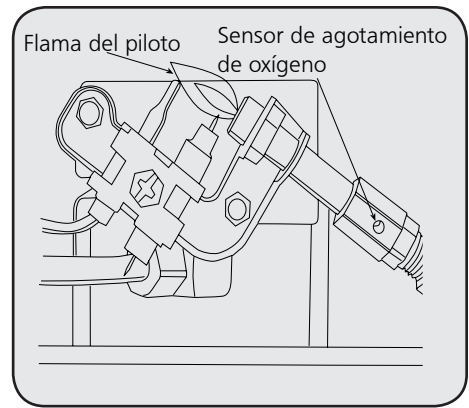

Figura 7
- Inspeccione visualmente la llama del piloto y el quemador periódicamente durante su uso. La llama del piloto debe ser de color azul (no amarilla) y debe extenderse más allá de la termocupla. La llama rodeará la termocupla justo debajo de la punta. Ver Figura 7.
3. Quite (4) cuatro tornillos que aseguran la tapa trasera (ref. # 3) al calentador.
5. Retire los tres (3) tornillos que fijan la parte inferior de la campana extractora para dejar expuestas las aberturas de aire de los quemadores.
8. Inspeccione y limpie el piloto (montado en el soporte) con una aspiradora o con aire a presión a través de los orificios en el piloto los cuales se indican con flechas en la Figura 7.
10. Reinstale la parte inferior de la campana extractora con los (3) tornillos.
11. Deslice la cubierta posterior sobre los (2) ganchos plásticos en la parte superior del calentador. Asegúrese de alinear la cubierta trasera con las cubiertas plásticas laterales. Instale los (4) tornillos para mantenerla en su lugar.